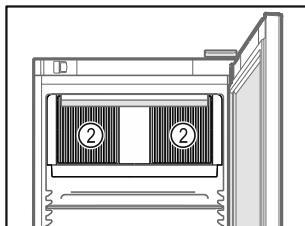

Fig. 62
- Lüftungsschlitz Fig. 62 (2) des Umluftgebläses im Innenraum freihalten.